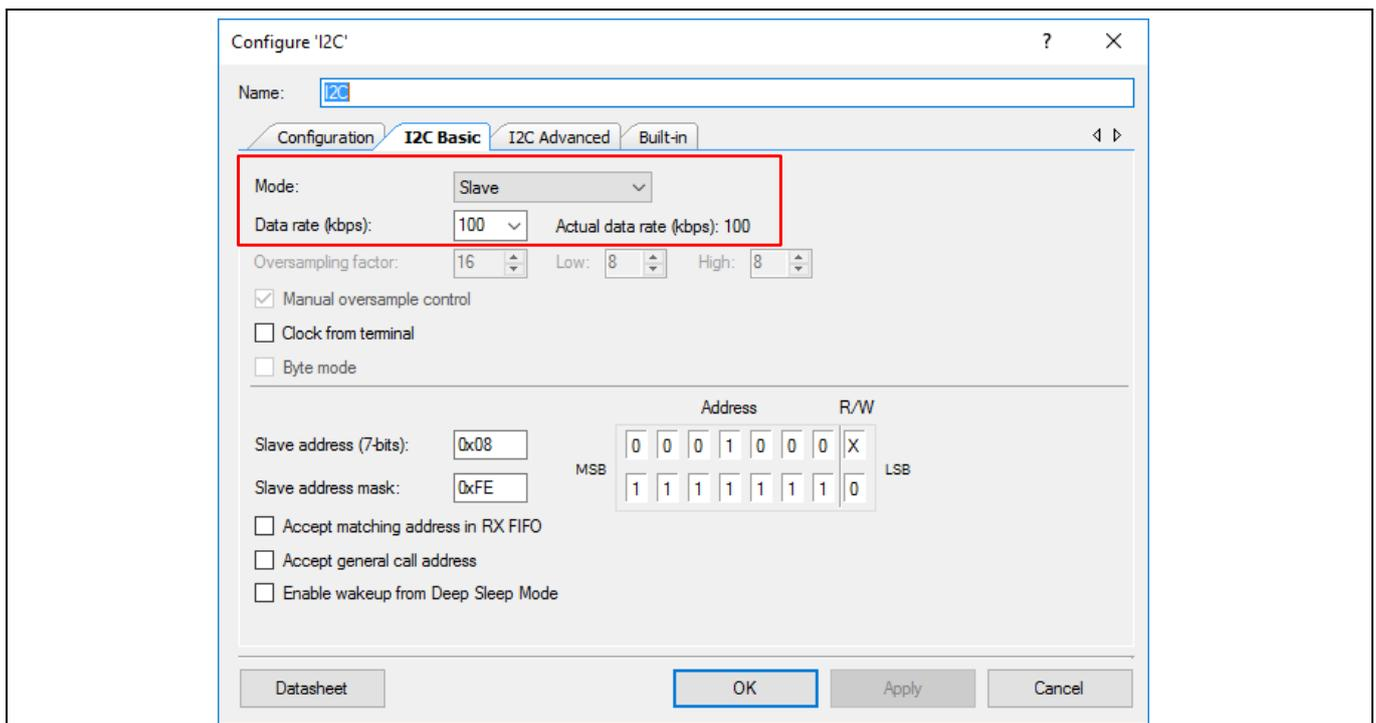

Figure 4 基本 I2C (SCB モード) のコンフィギュレーション
4. I2C (SCB モード) コンポーネントを設定するために、それをダブルクリックします。デフォルトでは、モードを「Slave」に、データレートを 100kbps に、スレーブ アドレスを 8 に設定します。別のアドレスを使用する場合は、スレーブ アドレス ボックスに入力します。他のパラメーターは初期設定のままにしてください。Figure 4 に、I2C コンポーネントの基本設定タブを示します。